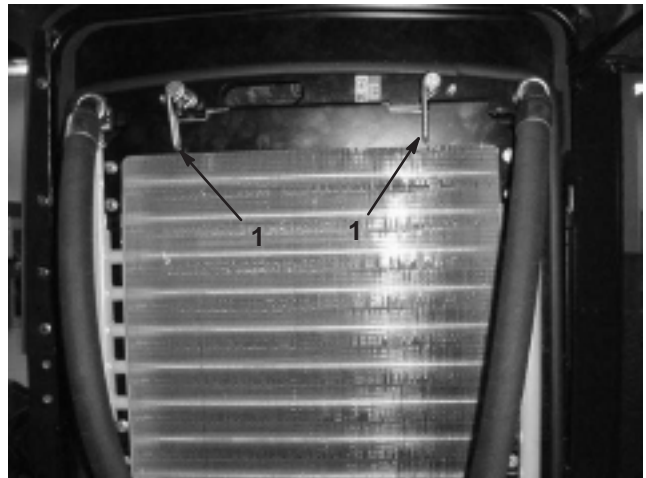

Bild 37
2. Drehen Sie die Riegel (Bild 37), mit denen der Ölkühler am Chassis befestigt ist.